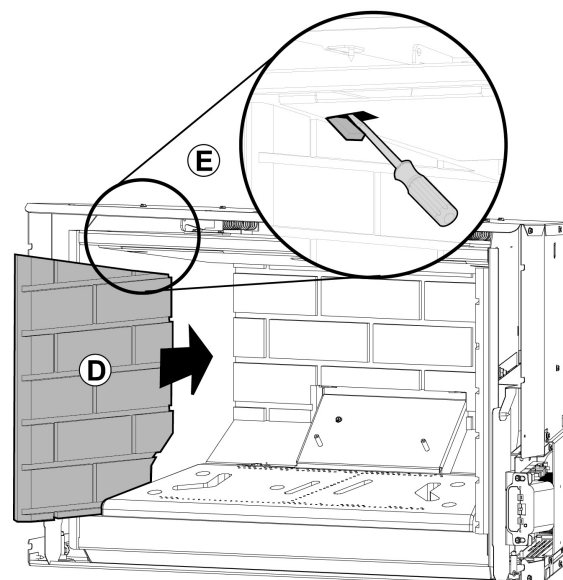

Figure 19.
3. Faites glisser chaque panneau latéral (D) en position à plat contre le côté du foyer, reposer le bord inférieur sur le plateau de support. Figure. 19.